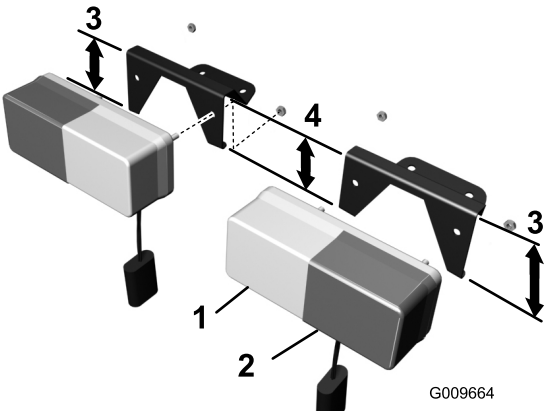

Figura 5
2. Localice los soportes de los intermitentes derecho e izquierdo. Los soportes se distinguen por el ángulo de la cara delantera, y porque tienen una pata, siempre la del exterior, más larga que la otra (Figura 5).
- 3. Empareje cada intermitente con el soporte correspondiente de manera que la lámpara ámbar esté siempre hacia fuera (Figura 5).